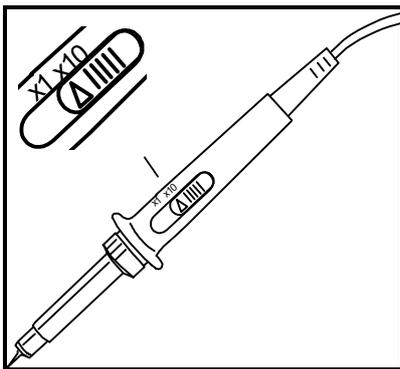

Fig 25
- Für alle Wechselspannungsmessungen (AC): Stellen Sie sicher, dass eine oder zwei Perioden auf dem Bildschirm zu sehen sind oder benutzen Sie die „Auto“ Taste.
- Ab einer Zeiteinheit von 1s/div oder weniger wird die aktuelle Zeiteinheit, die Spannungseinheit sowie die Maximal- und Minimalspannung angezeigt. Dieses kann nicht geändert werden. 'Vs' (Abb. 25)
Drücken Sie die "x1/x10"-Taste, um die Anzeige an die Einstellung der Messprobe anzupassen **x1/X10**. (Abb. 25)